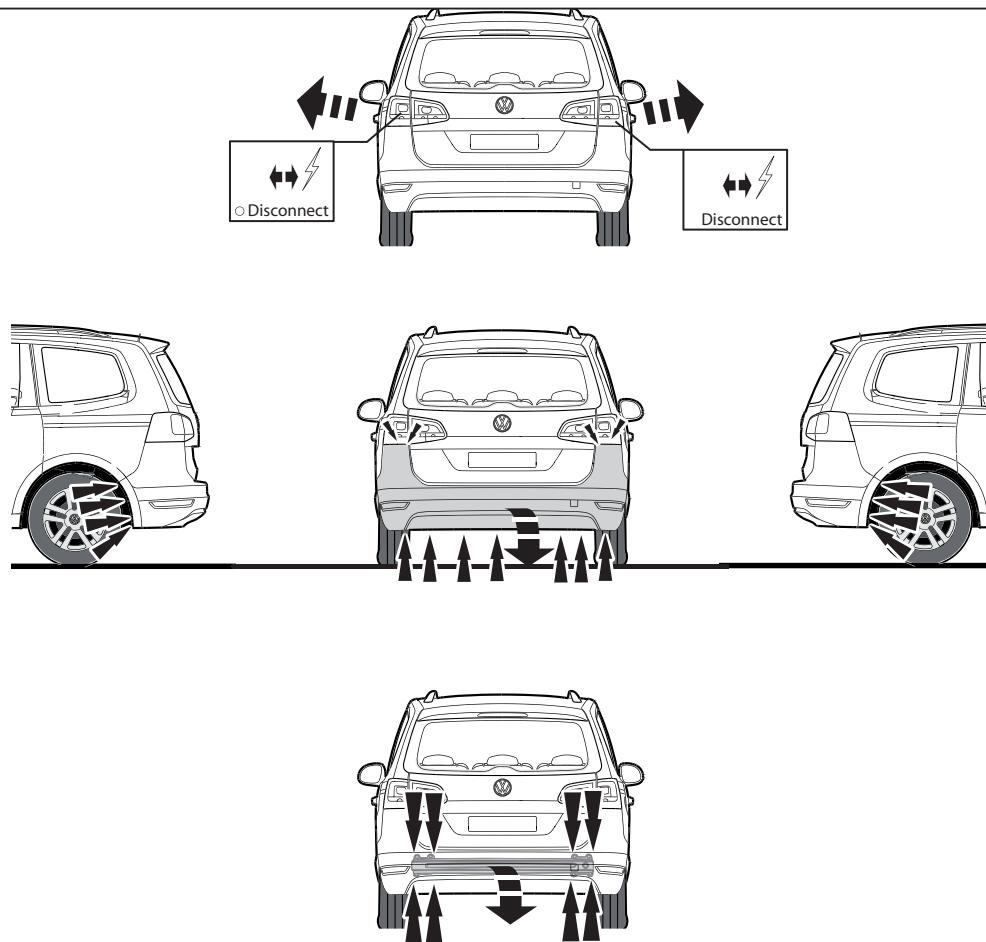

Fig.1
1. Снять бампер вместе со стальным буферным бруском автомобиля; буферный брус больше не понадобится. Поставить болты на место. См. рисунок 1.